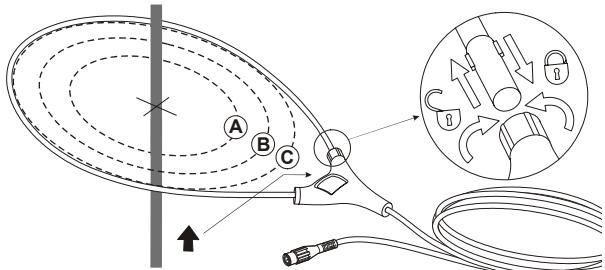

Figura 1. Aplicación de la sonda flexible alrededor del conductor.
• con posición del conductor en la ventana de la sonda (Figura 1)	A=12.7 mm ±0.5% de lectura B=20.3 mm ±1.0% de lectura C=35.6 mm ±2.0% de lectura ±1 cuenta o 0.1 A (Utilice el valor más alto)
2. Fije la sonda flexible alrededor del conductor (Ver Figura 1.)